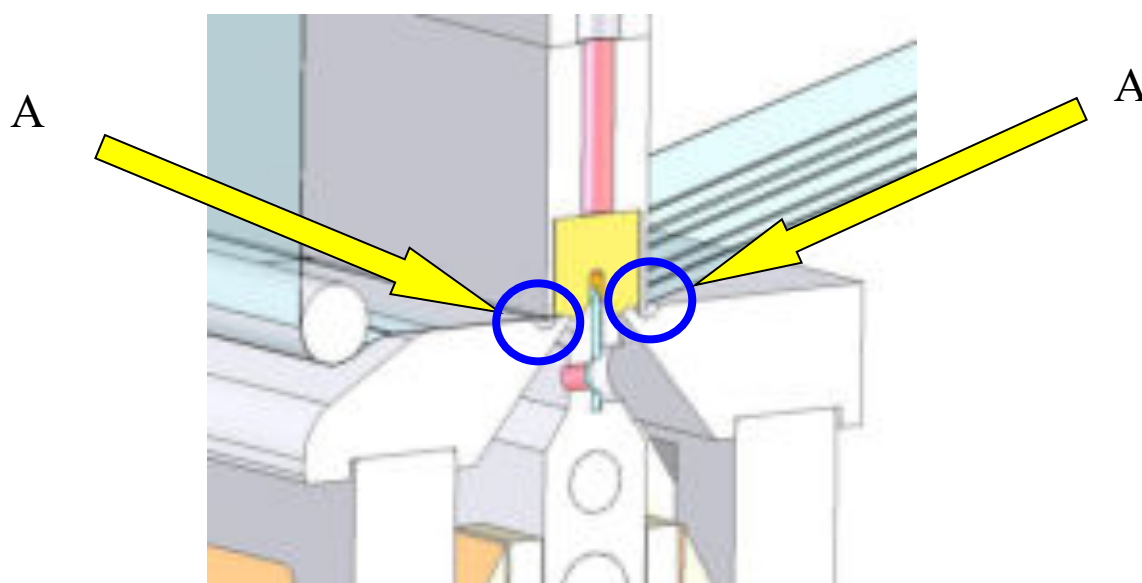

Figure 3
- les pièces à l'extrémité du guide de contraste soient parfaitement centrées par rapport aux rainures (**fig. 3, Réf. A**) de la plaque le long sa longueur.